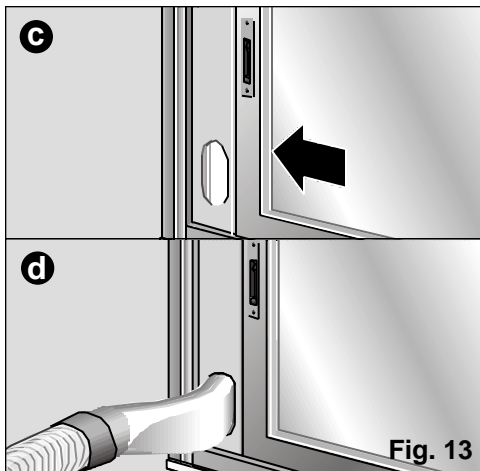

Fig. 13
- ❑ Può essere usato anche l'accessorio d'installazione per finestra / balcone (vedasi "Descrizione degli accessori"), una slitta di cui è corredato l'apparecchio, **Fig. 13 : a, b, c, d**. Essa serve per finestre orizzontali e verticali.